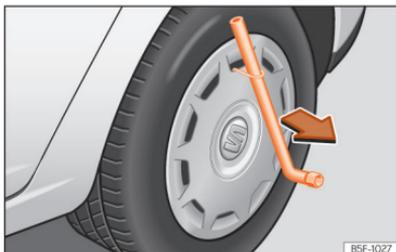

Fig. 243 Retire o tampão integral.
- Introduza a chave de roda através do gancho, apoie-a no pneu e retire o embelezador »» Fig. 243.